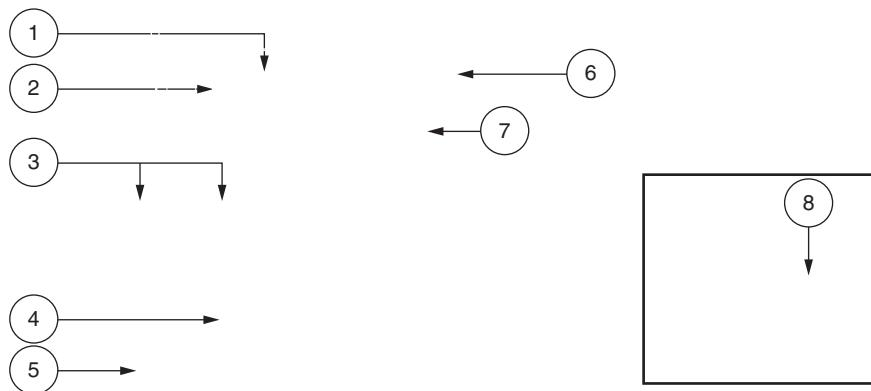

Bild 12. Einstellung der Rücken/Armlehnen
Falls Ihr Elektrorollstuhl mit einem Liegesitz ausgestattet ist, können Sie den Rücklehnenwinkel mit dem Lösehebel der Rücklehnen einstellen. Siehe Bild 12.
4. Heben Sie die Armlehne so, dass Sie senkrecht aufsteht. Siehe Bild 12.
1. Lockern Sie die beiden Feststellschrauben, die sich auf dem Griffstück der Armlehnen befinden. Siehe Bild 12.
3. Lockern Sie die Feststellschraube an der Steuerungshalterung. **Siehe Bild 12.**
5. Lösen Sie die Feststellschraube an der Unterseite jeder Armlehne. **Siehe Bild 12.**